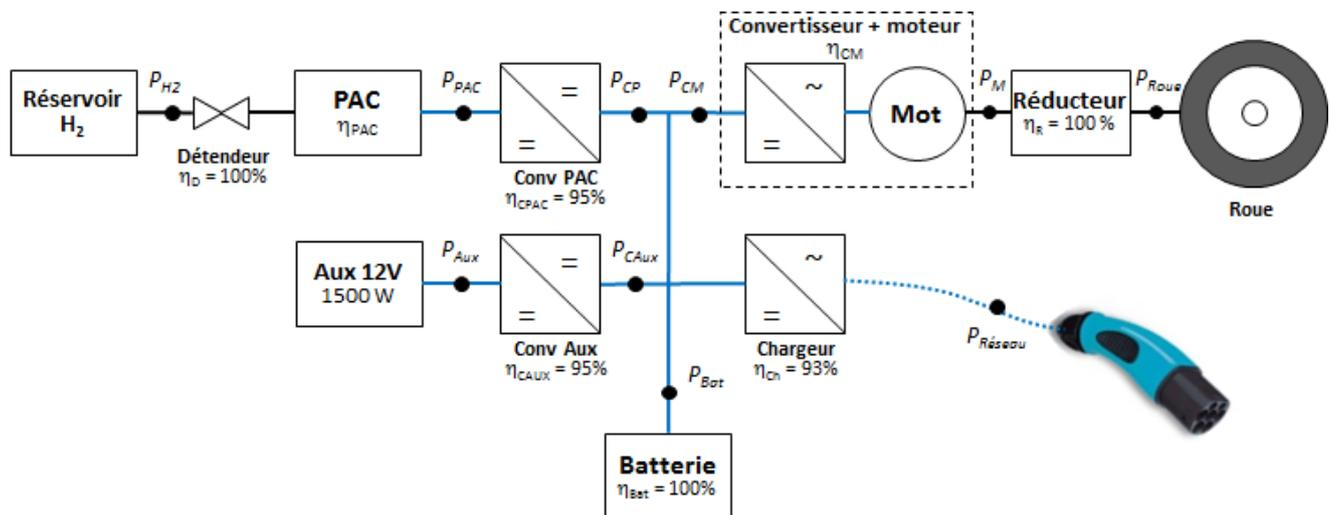

Figure 1 : architecture du véhicule
Cette étude est décomposée en trois parties indépendantes traitant du dimensionnement de la chaîne de traction, de la gestion d'énergie et du bilan du puits à la roue du véhicule. Il s'agit d'un véhicule basé sur le segment type familiale compacte du marché européen. Le schéma de l'architecture du véhicule est présenté en Figure 1.
- 1.3 Déterminer l'énergie totale (en Wh) consommée sur un cycle et la puissance moyenne au point P_{CM} de la Figure 1 (on ne prendra pas en compte les variations intermédiaires du rendement η_{CMR} , et on utilisera directement les valeurs calculées dans le Tableau 1).
- 1.5 Calculer la valeur de la puissance au point P_{CAUX} (voir Figure 1) et en déduire l'énergie consommée par les auxiliaires (en Wh) sur le cycle en ce même point.